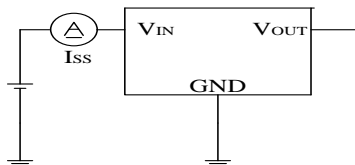

图2
- 3 ISS:VIN=30V 无负载时, 图 2 中电流表的电流值